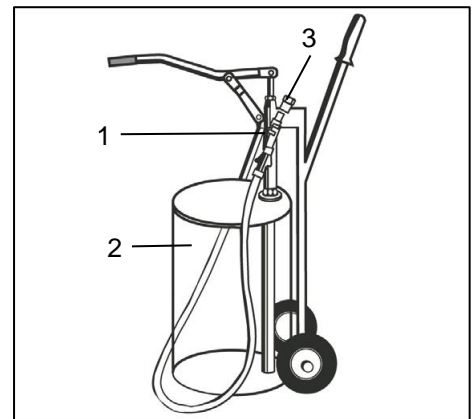

Bild 140: Befüllpumpe
- Verbinden Sie durch Aufschrauben die Befüllpumpe (Bild 140 / Pos.1) mit dem Vorratsbehälter (Bild 140 / Pos.2).
- Reinigen Sie die Kupplungselemente am Druckschlauch (Bild 140 / Pos.3) der Befüllpumpe.
- Entfernen Sie die Kappe von der Einfüllkupplung an der Schmierpumpe (Bild 139 / Pos.3), schließen Sie den Druckschlauch der Befüllpumpe (Bild 140 / Pos.3) daran an und befüllen Sie den Behälter (Bild 139 / Pos.1).